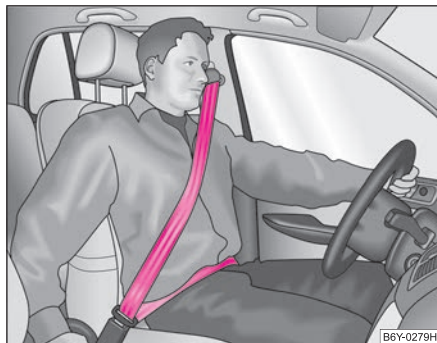

Abb. 140 Gurtbandverlauf des Schulter- und Beckengurtes
- Der Schultergurt-Teil darf niemals über den Hals verlaufen, sondern muss ungefähr über die Schultermitte verlaufen und gut am Oberkörper anliegen. Der Beckengurt-Teil muss vor das Becken gelegt werden, darf nicht über den Bauch verlaufen und muss immer fest anliegen ⇒ Abb. 140. Das Gurtband gegebenenfalls ausrichten.